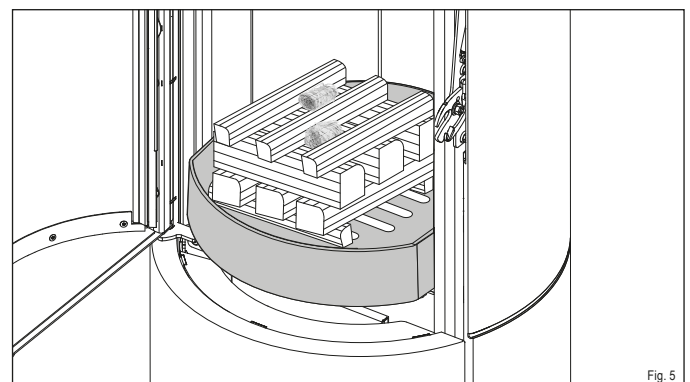

Fig. 5
- ▶ Placez les bûches au centre de la grille en fonte dans le foyer (Fig. 5):
- placer les deux premières bûches (2) perpendiculairement à la vitre du foyer sur l'extrémité avant et arrière de l'ouverture de la grille
- placer les trois bûches suivantes 3 (1) dans le sens de la longueur de la vitre du foyer sur les deux premières bûches
- les 3 suivantes (1) en travers par dessus
- les 3 dernières (2) en longueur par dessus
- l'allume-feu (3) au milieu, entre les bûches supérieures